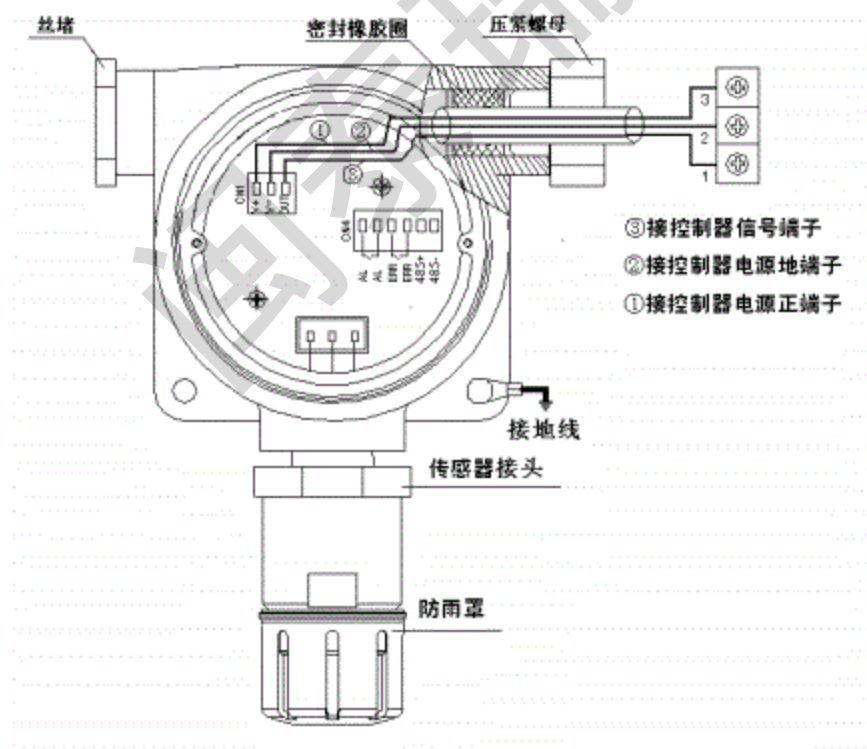

图 2 电气连线示意
4.3 电气连接：(参照图 2)
- 将检测仪的三芯或多芯传输电缆从壳体的进线口插入，按照编号或电缆芯线的颜色接入检测仪内的相应端子，参见图 2。连接完毕检查连接是否有误，并拧紧固定螺丝，使电缆线固定并密封。
- 需用导线将机壳与地连接，见图 2。